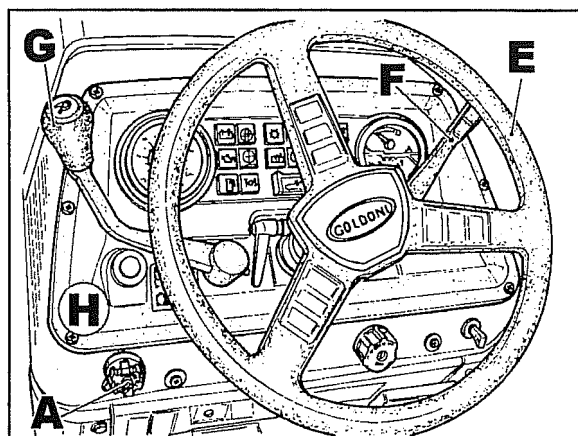
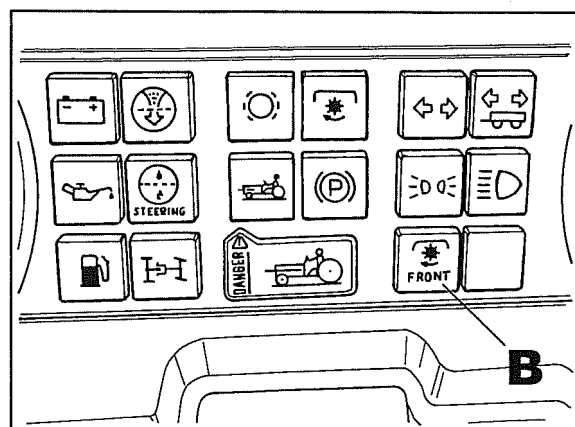
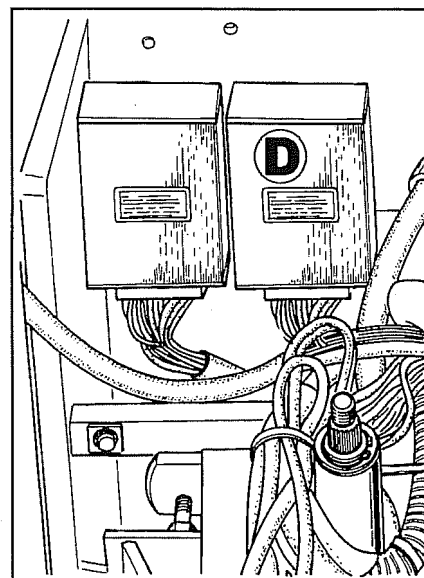

Fig. 1.1
Fig. 2.1
Fig. 4
Appuyer sur l'interrupteur **A** fig. 1.1 et le tourner vers la droite, le témoin **B** fig. 2.1 sur le tableau de bord se met d'abord à clignoter pour indiquer la phase d'enclenchement progressif, rendu possible par la centrale. Après enclenchement la lumière du témoin reste fixe.
Si l'enclenchement ne se produit pas, appuyer sur l'interrupteur **A** fig. 1.1 pour le faire revenir dans la position originale, mettre le moteur à un régime de tours plus élevé puis répéter les opérations décrites ci-dessus.
Si la valeur, au lieu de 12 V, est inférieure ou nulle, il faut rechercher le défaut : sur le câblage, sur la masse, sur l'interrupteur **A** fig. 1.1 ou sur dans le boîtier **D** fig. 4.
2.2 Enlever le volant **E** fig.1.1, la manette de l'accélérateur **F**, le levier réducteur-inverseur **G** puis enlever le tableau de bord **H**.